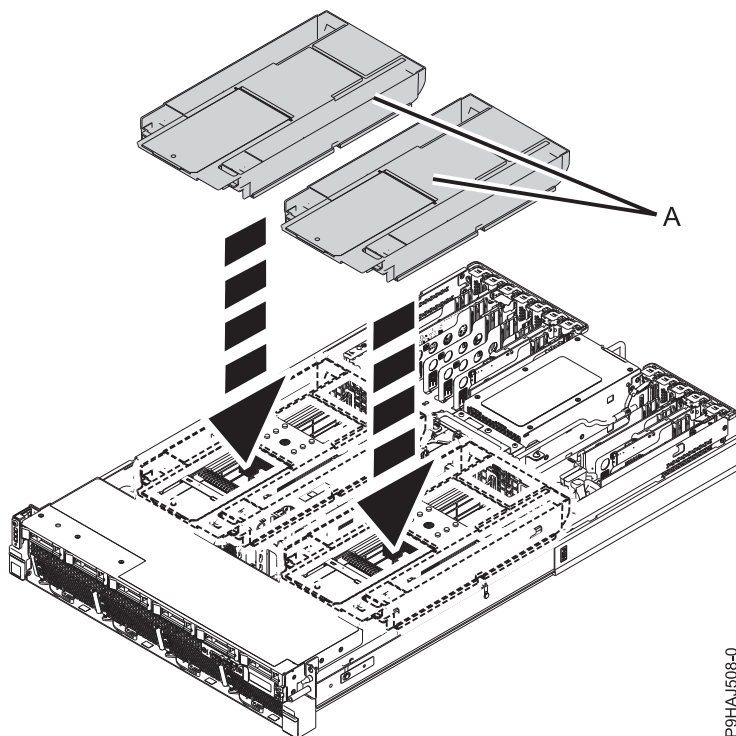

Abbildung 8. Luftführung installieren
5. Tauschen Sie die einzelnen Luftführungen (**A**) im Chassis aus. Siehe Abb. 8 auf Seite 10. Wenn eine Luftführung umgedreht wird, sollten Sie die abnehmbare Abdeckung des Laufwerks festhalten, damit sie sich nicht löst.